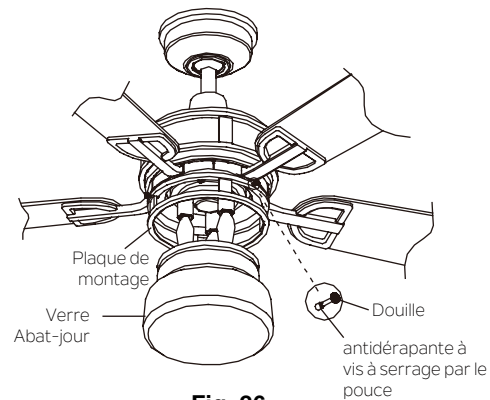

Fig. 26
Étape 2. Placer la douille antidérapante à l'extrémité de la vis à ailettes avec tête moletée. Soulever l'abat-jour en verre en le plaçant contre la plaque de montage et serrer fermement à la main uniquement avec les 3 vis à ailettes pour éviter d'endommager le verre. Ne pas trop serrer les vis (Fig.26).